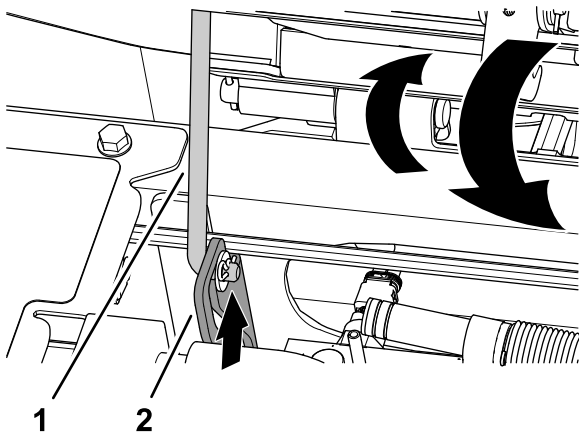

Figura 66
1. Gire el asiento un poco y levante la varilla de sujeción para retirarla de la ranura del soporte del asiento (Figura 66).